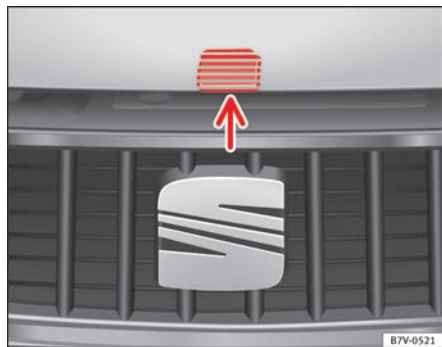

Fig. 164 Udløserarm til åbning af motorhjelmen i kølergrill
- Løft motorhjelmen ved udløserarmen ⇒ Fig. 164 (pil), og åbn den helt. Motorhjelmen holdes oppe af gastryksfjederen.